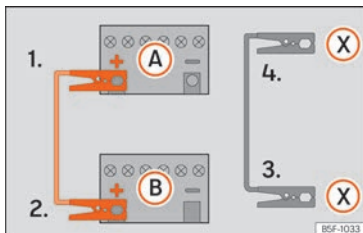

Abb. 44 Anschlusschema für Fahrzeuge mit Start-Stopp-System.
- 4b. Bei Fahrzeugen mit Start-Stopp-System: ein Ende des schwarzen Starthilfekabels (X) an einen geeigneten Masseanschluss, ein massives, fest mit dem Motorblock verschraubtes Metallteil oder an den Motorblock selbst anklammern » » Abb. 44.
5. Klemmen Sie das andere Ende des schwarzen Starthilfekabels (X) im Fahrzeug mit der entladenen Batterie an ein mit dem Motorblock verschraubtes, massives Metallteil oder an den Motorblock selbst, aber so weit wie möglich von der Batterie (A) entfernt an.